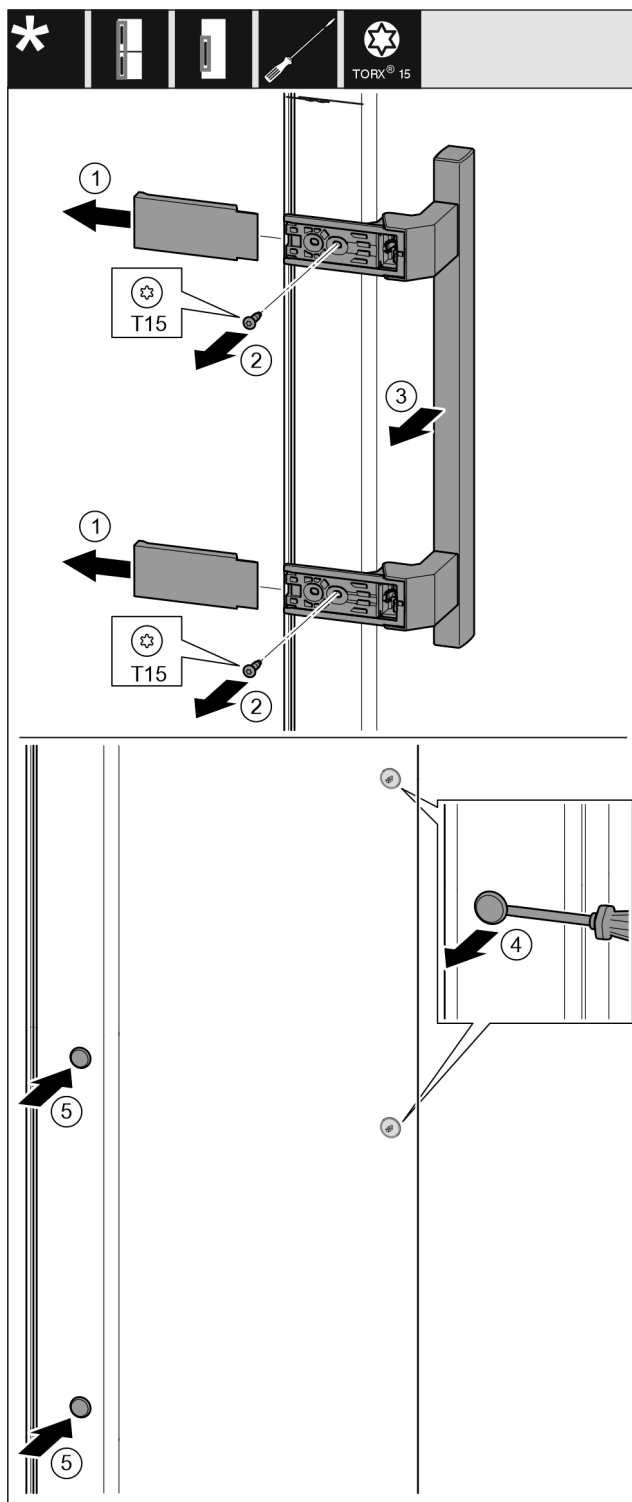

Fig. 39
- ▶ Zdjąć osłonę. Fig. 39 (1)
- ▶ Śruby wykręcić przy pomocy śrubokręta T15. Fig. 39 (2)
- ▶ Zdjąć uchwyt. Fig. 39 (3)
- ▶ Boczną zatyczkę ostrożnie podważyć przy pomocy śrubokręta i wyjąć. Fig. 39 (4)
- ▶ Zatyczkę założyć ponownie z drugiej strony. Fig. 39 (5)